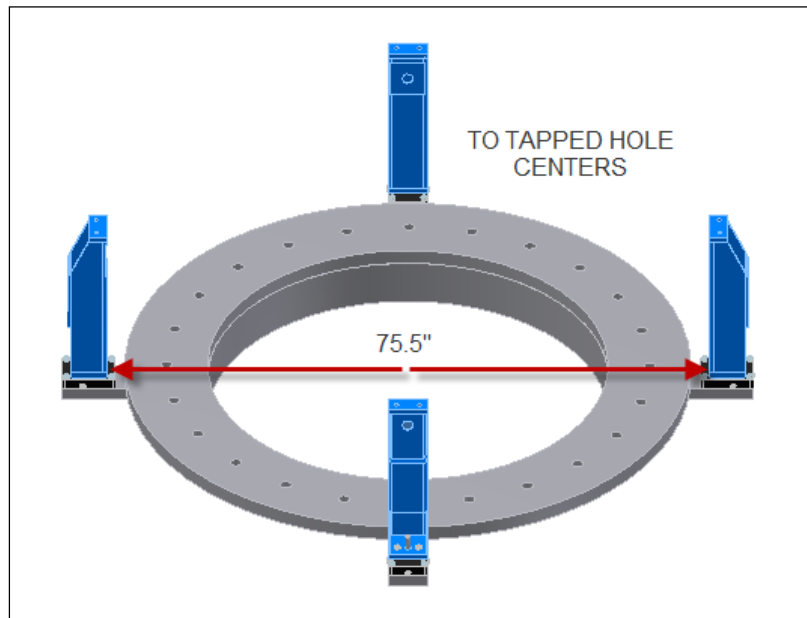

Abbildung 29. Vorrichtung und senkrechte Montage
13. Die richtigen vertikalen Stützen, wie in Abbildung 29 dargestellt, montieren.